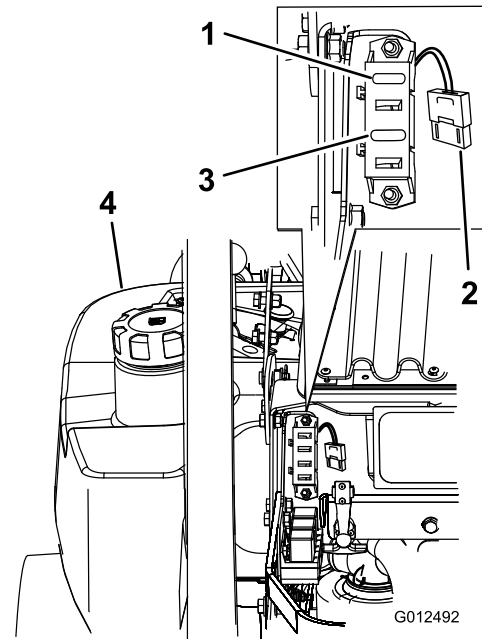

Figura 72
1. Sbloccate il cofano del motore ed alzate lo per accedere al portafusibili (Figura 72).
3. Montate un fusibile nuovo (Figura 72).